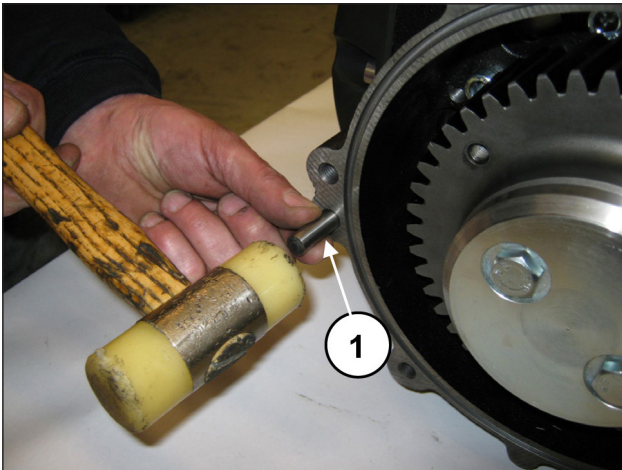
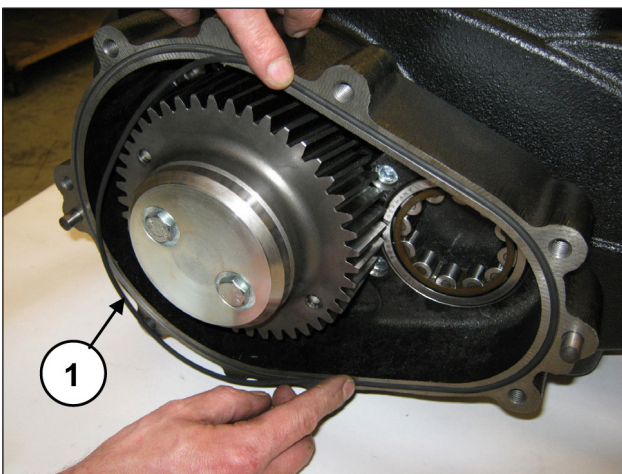

Abb. 78
Abb. 79
Bringen Sie die 2 Stifte  $\varnothing 10 \times 24$  am Getriebegehäuse an (Pos. ①, Abb. 78) und setzen Sie den O-Ring ein (Pos. ①, Abb. 79).